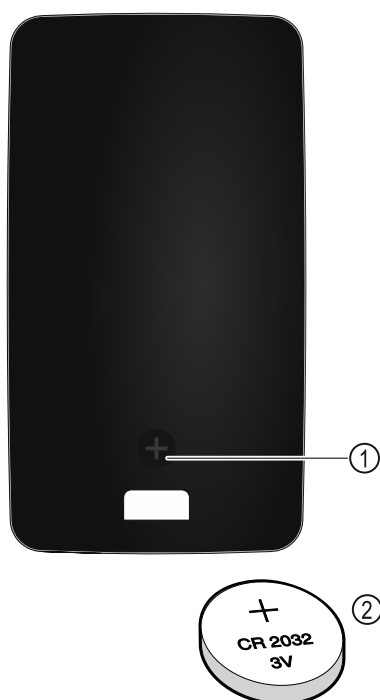

Fig. 229
Die Stromversorgung der Fernsteuerung erfolgt über eine Batterie des Typs CR 2032 mit 3V Fig. 229 (2), welche im Fachhandel erhältlich ist.
- Schraube Fig. 229 (1) auf Rückseite der Fernbedienung herausdrehen.